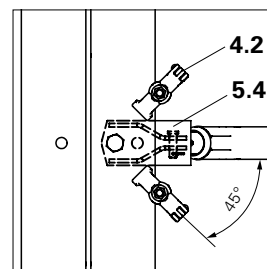

Fig. B2.01.2
- Montér desuden dragerklemmer (4.2) til højre og venstre for tilslutningspladen AV (5.4). Dragerklemme placering se Fig. B2.01.2 og Dragerklemme godkendelsen.